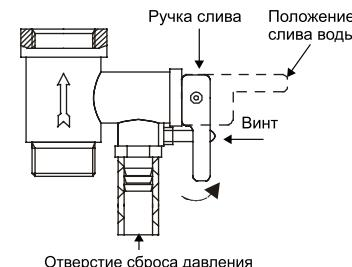

Рис. 9
4. На входной патрубок обозначенный голубым цветом и стрелкой направления течения воды накрутите предохранительный клапан так, чтобы течение воды совпадало с направлением стрелки на корпусе клапана. На отверстиеброса давления предохраниительного клапана (см. рис. 9) оденьте дренажную трубку для отвода воды (возможно появление при нагревании) в канализацию.
- открутить винт обратного предохранительного клапана и перевести ручку в горизонтальное положение, из отверстия предохранительного клапана должна потечь вода. (см. рис. 9)